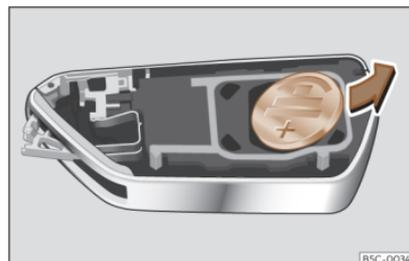

Fig. 59 Llave del vehículo: extracción de la pila.
- Extraiga la pila del compartimento con un objeto fino adecuado»» fig. 59.
- Coloque la pila nueva y presiónela en el compartimento para la pila »» ①.